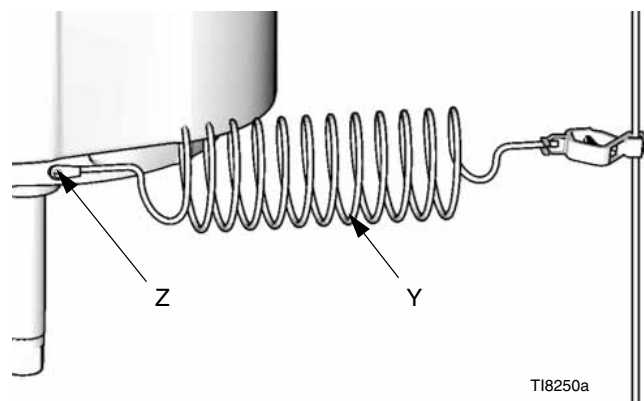

FIG. 1
Pompe : utilisez une vis de mise à la terre (Z) et la rondelle d'arrêt du moteur pour relier le fil de terre 244524 (Y). Serrez solidement les écrous. Raccordez l'autre extrémité du fil à une véritable prise de terre. Consultez la FIG. 1.